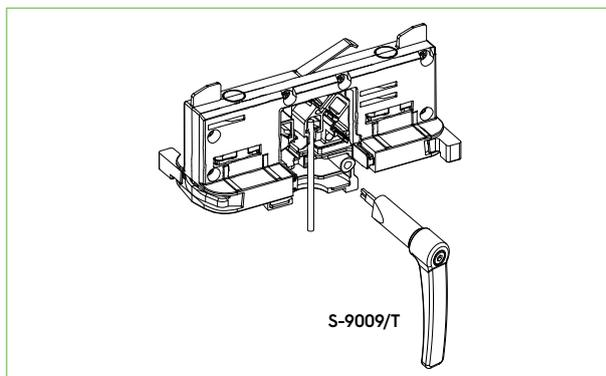
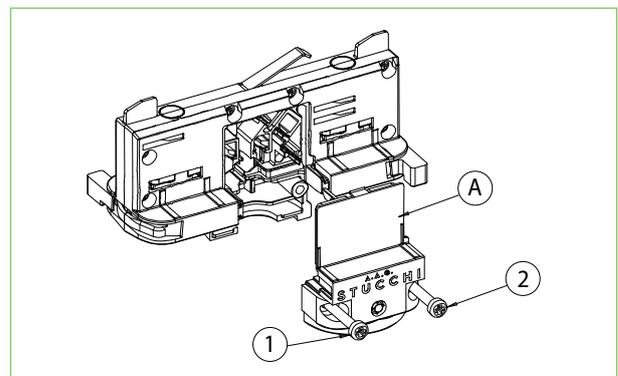

Abb. 1 Stromanschluss Adapter
Abb. 2 Verschließen vom Adapter
Für den Stromanschluss vom Adapter Kabel mit einem Querschnitt von 0,5 mm² bis 1 mm² verwenden, je nach Stromwert vom Strahler und nach Kabeltyp (verlötet oder verzinkt). Zum Verkabeln vom Adapter das Spezialwerkzeug S-9009/T (Abb. 1) verwenden. Das Werkzeug muss gesondert bestellt werden. Sicherstellen, dass die Polarität vom Adapter entsprechend der Markierungen (L / N / T / D+ / D-) beachtet wird. Gegen den Leiter drücken, bis er korrekt im Kontakt sitzt. Es sind zwei Kabelklemmen verfügbar für Kabel mit einem Durchmesser von 6 mm bis 9 mm. S- 9009/10-... (Grundausführung), S-9009/BC-... (mit Blockierungsstift aus Plastik). Zur Befestigung der Leuchten am Adapter kann eines der folgenden drei Zubehörteile verwendet werden: S-9009/M10+S- 9009/D-10, S-9009/M10+S-9009/D-10, S-9009/51 (Vorsicht: die Kabelklemme S-9009/BC-... eignet sich nicht für die Verwendung mit diesen Zubehörteilen). Wenn die Leuchte am Adapter angeschlossen worden ist, muss die Abdeckung (A) mit den beiden Schrauben (1) und (2) befestigt werden. Die Abdeckung und die Schrauben werden mit dem Adapter mitgeliefert (Abb. 2).